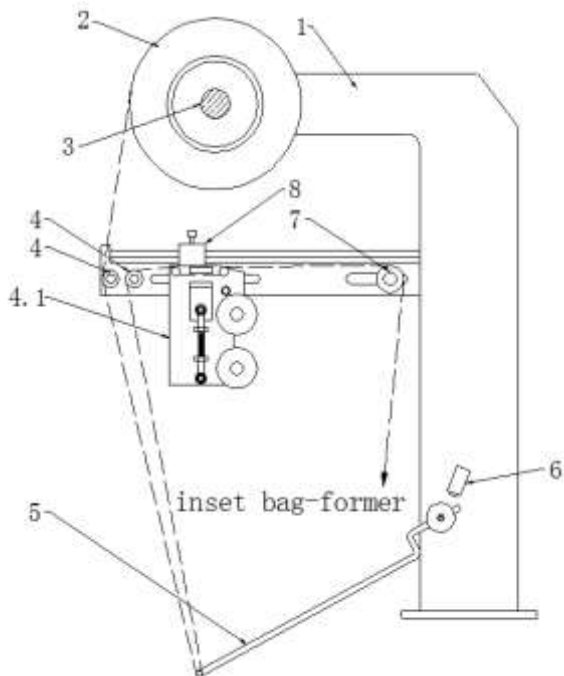

Рис. 8 - Механизм подачи плёнки
Закрепите пленку как показано на рис. 8 и включите «старт», колесо натяжения плёнки натянет сцепление плёнки, поднимая стопорную пластину (9), бесконтактный переключатель (8) включает цепь подачи пленки. Двигатель подачи пленки начинает подавать пленку вниз. Стопорная пластина опускается под тяжестью. Пленка закрывает бесконтактный переключатель, цепь подачи пленки теряет сигнал и двигатель останавливается.